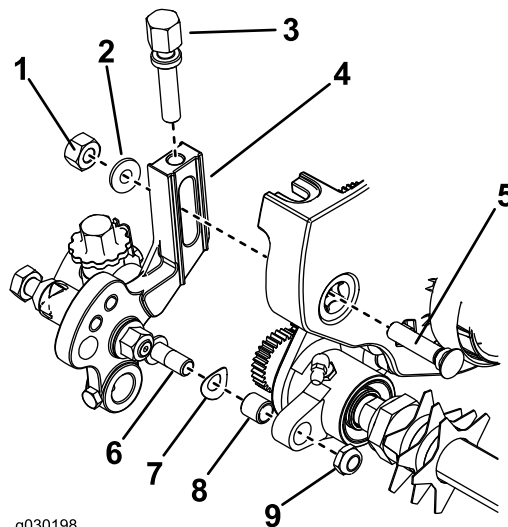

図 13
1. 右側駆動アセンブリの穴にブッシュを挿入する 図 13。
- 2. 右側アジャスタアームアセンブリの上部に、刈高調整ねじを取り付ける 図 13。
- 3. 刈高アームアセンブリのロッド端にスプリングワッシャを取り付ける 図 13。
- 4. 右側アジャスタアームアセンブリを、カッティングユニットのサイドプレートに取り付けるプラウボルト、ナット、特殊ワッシャを使用する 図 13。
- 5. アジャスタアームアセンブリのロッド端部をグルーマ駆動アセンブリに固定するロックナットを使用する 図 13。